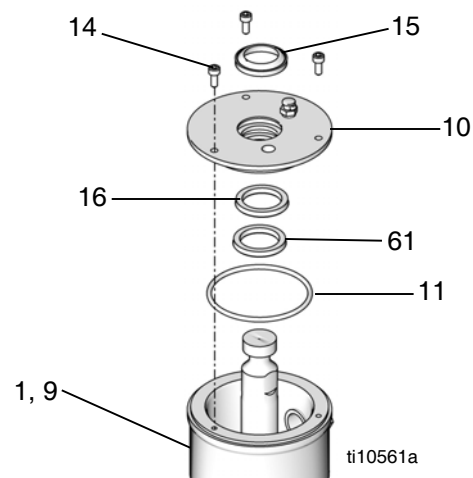

FIG. 31
26. Instale a junta circular nova (11), limpador do copo (15), vedante (16), e anel de retenção (61) da tampa de copo (10). Consulte FIG. 31.
27. Deslize cuidadosamente a tampa do copo (10) sobre a haste de bombagem. Alinhe os orifícios na tampa e copo. Introduza os parafusos (14). Utilize a chave de fenda sext. para apertar os parafusos. Consulte FIG. 31.